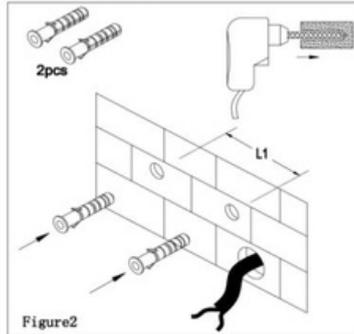

Figure2
2. Retirez la vis destinée au montage du support du luminaire. Retirez le support. (voir fig.2)